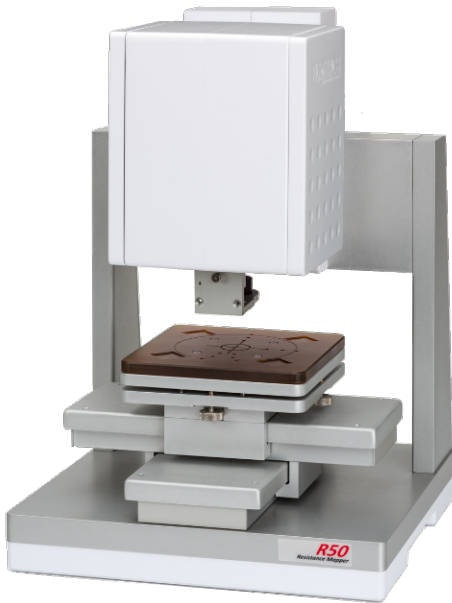

图 1. R50-EC 方块电阻测绘系统。
图 1 所示的 R50 代表了超过 45 年电阻率测量历史的巅峰之作。第一款 KLA 电阻率系统是 ADE Corporation 推出的 ADE 6035 涡流 (EC) 系统。1984 年推出了第一款四探针 (4PP) 系统 Prometrix® OmniMap®, 这是第一款支持 200 毫米晶圆的方块电阻测量系统。尽管这两种测量技术之间功能有所重叠，但是根据具体的应用，每种技术都有其显著的优势。本应